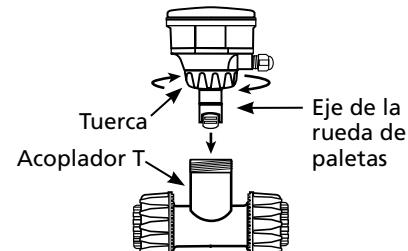

Figura 9
**ADVERTENCIA** del motor y la bomba (consulte la Figura 9). Consulte la lista de partes en la página 10.
2. Los elementos electrónicos del sensor de flujo pueden instalarse fácilmente en la cámara de flujo utilizando un sistema de accesorios especialmente diseñados (Figura 9).
en el acoplador T (Figura 9).
4. Gire la tuerca hacia la derecha para apretarla (Figura 9).